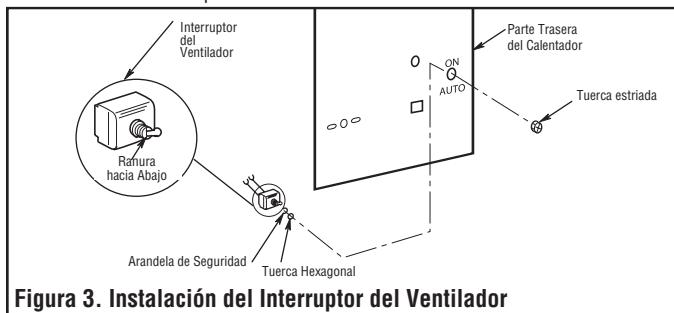

Figura 3. Instalación del Interruptor del Ventilador
- Quite la pieza desmontable de 1/2" (12,7mm) (ubicada entre ON y AUTO) de la parte trasera del calentador (Figura 3).
- Instale el interruptor del ventilador manual como se muestra en la Figura 3. (Tenga en cuenta la orientación de la ranura en el pitón del interruptor. Ubique la ranura en el pitón del interruptor que está hacia la posición "AUTO"). Asegúrese de haber utilizado arandelas de seguridad para prevenir la rotación del interruptor.